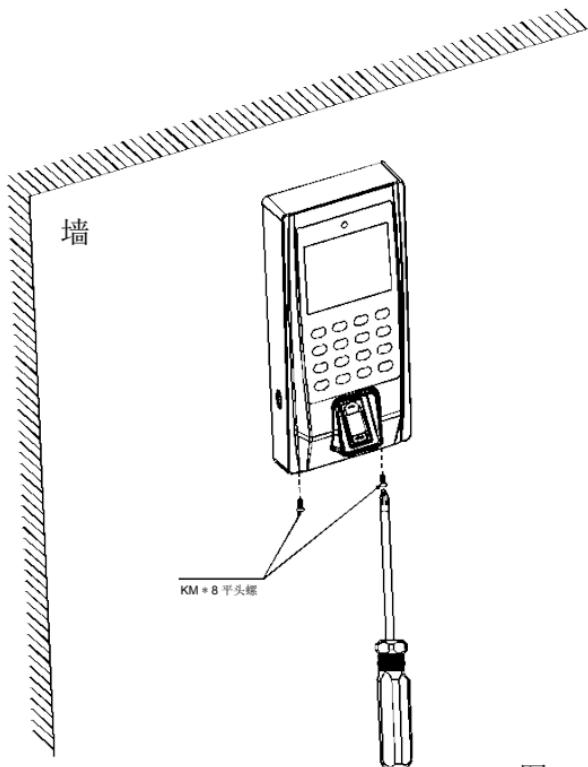

图 6-1
1、用螺丝刀 KM *8 平头螺丝把指纹仪与安装板紧固即可，如图 6-1